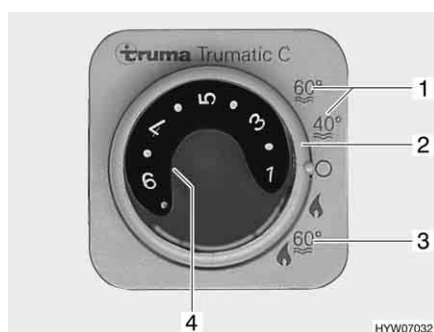

Bild 57 Bedieneinheit für Heizung/Boiler
Der Boiler ist in die Heizung integriert und wird mit Gas betrieben. Der Boiler wird an der Bedieneinheit (Bild 57) mit dem Drehschalter (Bild 57,2) eingeschaltet.
Bei Winterbetrieb "Heizung und Boiler" (Bild 57,3) wird beim Einschalten der Heizung automatisch auch das Wasser im Boiler erhitzt. Wenn die Heizung bei Erreichen der gewünschten Raumtemperatur abschaltet, heizt der Boiler weiter, bis die Wassertemperatur erreicht ist.
Bei Sommerbetrieb (Bild 57,1) wird nur das Wasser im Boiler auf 40 °C oder 60 °C erhitzt. Das Wasser wird in ca. 1 Stunde auf 60 °C erhitzt. Die gelbe Kontroll-Leuchte (Bild 57,4) leuchtet während der Aufheizphase des Boilers.
- An der Bedieneinheit (Bild 57) Drehschalter (Bild 57,2) auf "Sommerbetrieb" (Bild 57,1) stellen.
Gelbe Kontroll-Leuchte (Bild 57,4) leuchtet während der Aufheizphase. Bei Erreichen der eingestellten Wassertemperatur ist die Aufheizphase beendet und die gelbe Kontroll-Leuchte erlischt.
- An der Bedieneinheit (Bild 57) Drehschalter (Bild 57,2) auf "O" stellen.